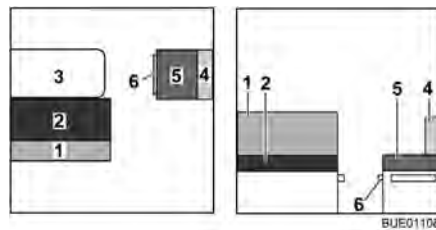

Bild 118 Före ombyggnaden
- Bygg om bordet (Bild 118,3) till sängbotten (se avsnitt 6.10).
- Tag bort ryggdynan (Bild 118,1) och lägg den åt sidan.
- Ta av och lägg ryggdynan (Bild 118,4) och sittdynan (Bild 118,5) åt sidan.